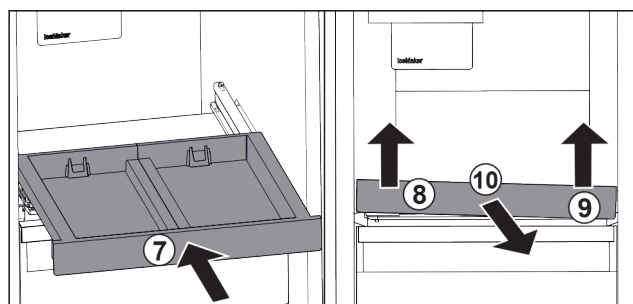

Fig. 27
- ▶ Uitschuifplateau erin schuiven. Fig. 27 (7)
- ▶ Uitschuifplateau linksvoor optillen. Fig. 27 (8)
- ▶ Uitschuifplateau rechtsvoor optillen. Fig. 27 (9)
- ▶ Uitschuifplateau er naar voren uitnemen. Fig. 27 (10)